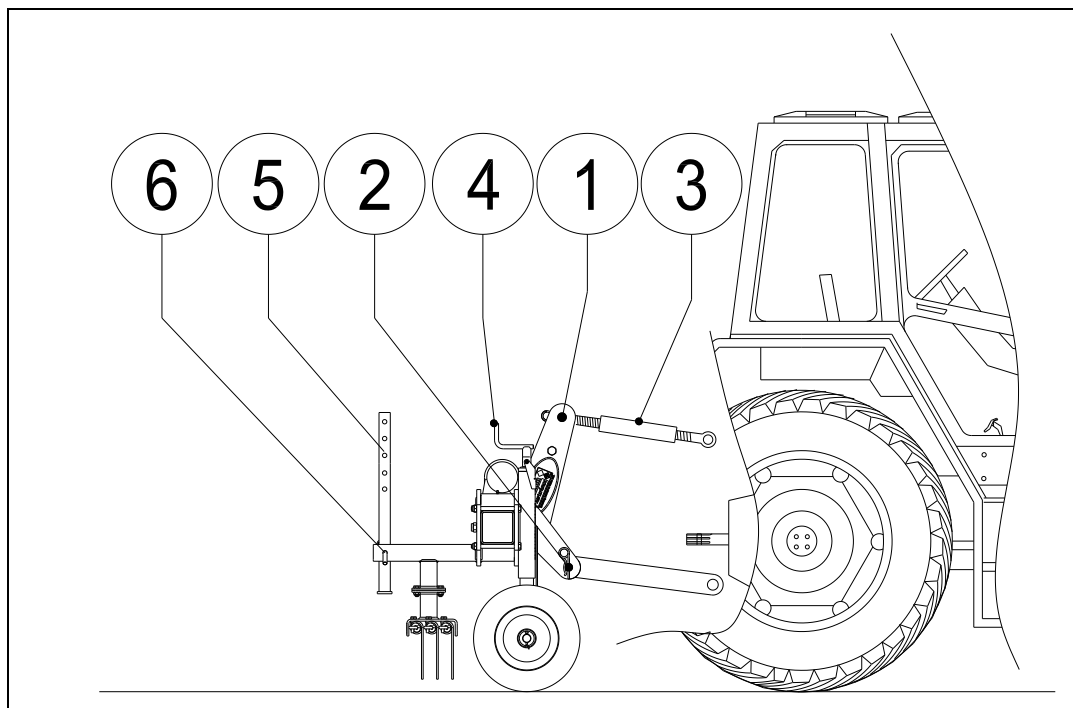

Fig. 8
Metoden er som følger: (Fig. 8.)
Arbejdsdybden kan ændres ved at stille på løbehjulene ved at dreje på spindlerne 4 (Fig. 8) foran på maskinen.
3. Drej topstang 3 ind, så maskinen kommer til at stå lodret i forhold til jorden. (se Fig.8)